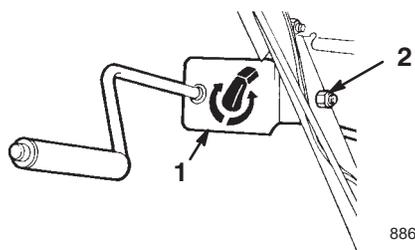

Figura 11
- Montate la staffa e l'asta di comando dello scivolo sul lato sinistro del gruppo stegole, con il bullone e il dado di bloccaggio, come riportato nella Figura 11.